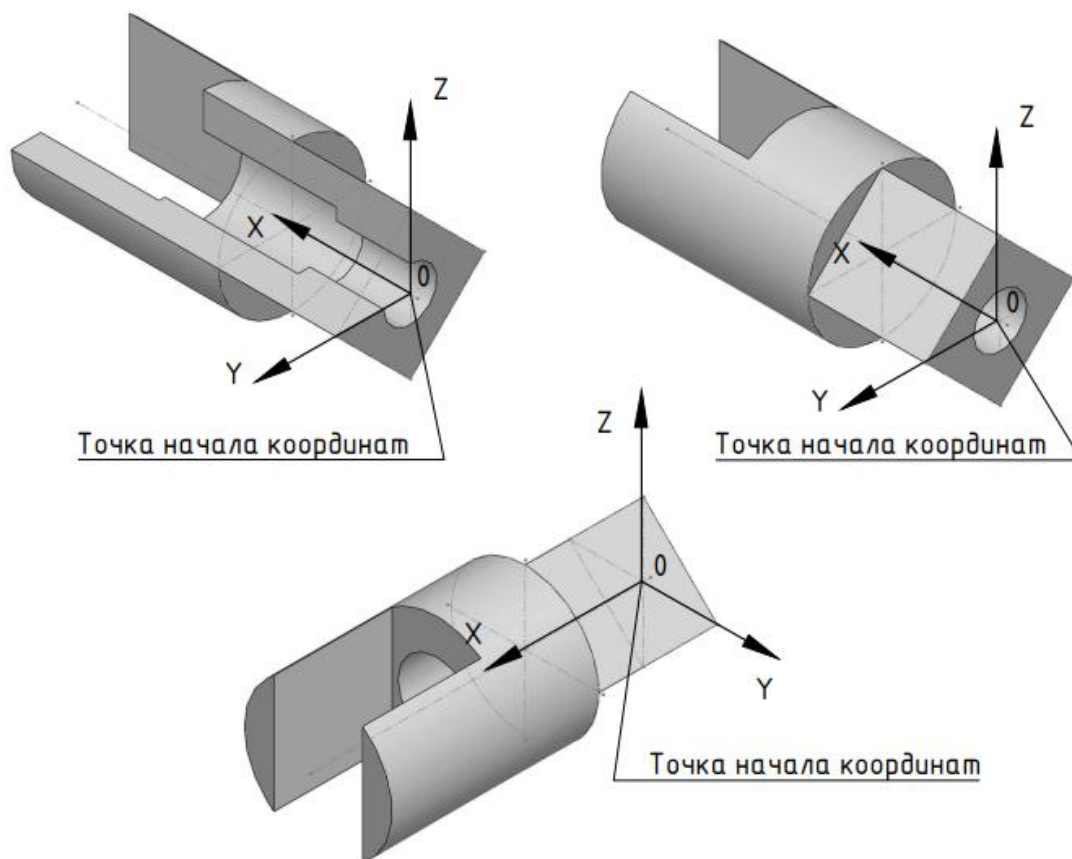

Рис. 11
1. По заданному изображению и описанию (рис. 11) построить 3D-модель детали «Ручка» в системе автоматизированного проектирования (САПР) Autodesk Inventor или Fusion 360.